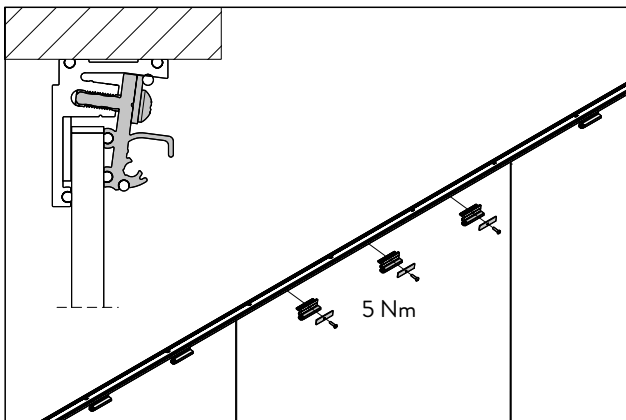

Abb. 8 Das Oberlicht befestigen
5. Das Oberlicht mit 3 Glas-Klemmstücken pro Meter befestigen (Abb. 8).